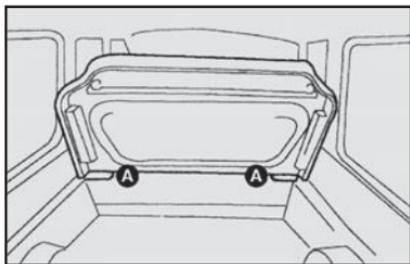
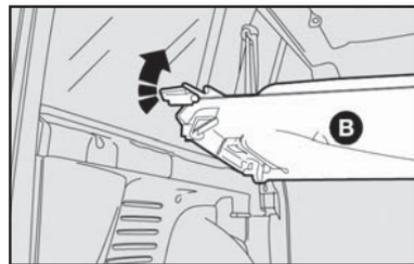

fig. 87
fig. 88
- 4) Apertar os pinos **A-fig. 87** e levantar a parte **B-fig. 88**, fazendo-a deslizar ao longo do espaço disponível atrás do banco de maneira que se engate ao suporte da cobertura pela parte superior e ao banco pela parte inferior central.